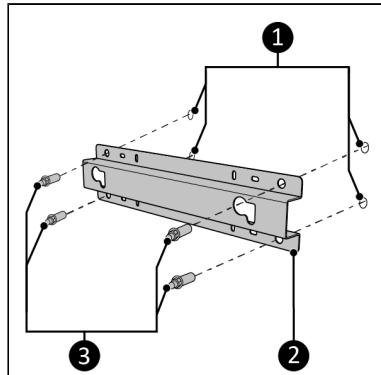

Figure 8.
1. Plaats de muurbeugel (Figure 8, pos. 2) tegen de muur en teken de vier gaten af (Figure 8, pos 1). Zorg ervoor dat de beugel rechtop staat (zie het etiket "This side up" op de beugel).
4. Draai de muurbeugel aan de muur vast met de vier moeren (Figure 8, pos. 3).